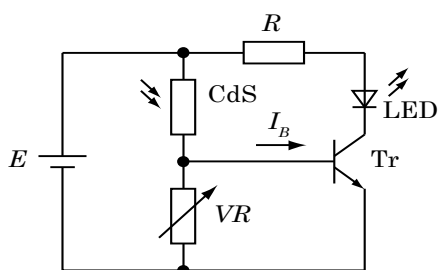

図9 CdSによるLED点灯制御回路
(2) 図9の回路をブレッドボード上に作成しなさい。CdSの受光面を指で開閉するのに合わせてLEDが点滅するように可変抵抗を調整します。